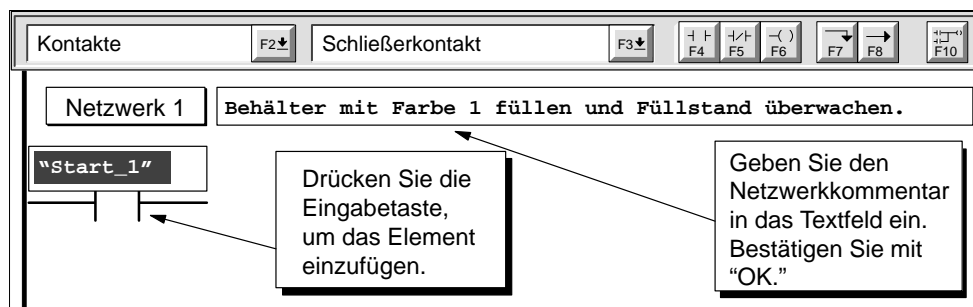

Bild 4-9 Eingeben des Netzwerkkommentars und des ersten Elements in KOP
1. Doppelklicken Sie auf oder neben das numerierte Schlüsselwort Netzwerk, um den Kommentar-Editor aufzurufen. Geben Sie den in Bild 4-9 gezeigten Kommentar ein und bestätigen Sie mit "OK".